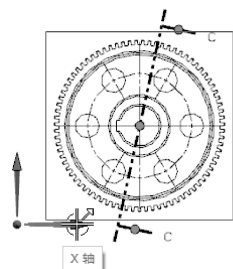

图 10-25 已定义铰链线
- 已定义：以指定方向的方式定义剖切方向，如图 10-25 所示。